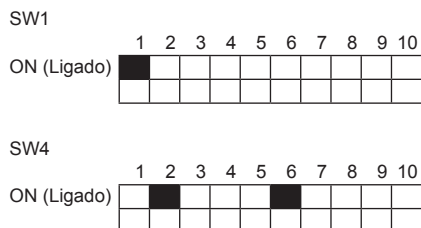

Fig. 2-2
2.4.3. Definição de interruptor (Fig. 2-2)